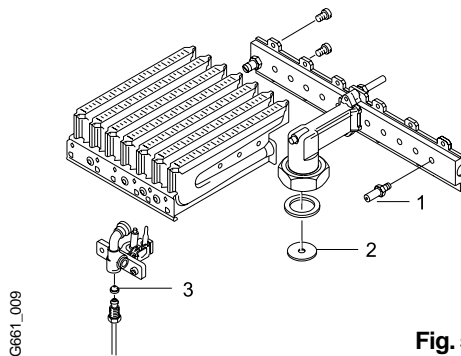

Fig. 5
2. Desmonte o queimador e substitua os injectores (Fig. 5, item 1).
3. Substitua o injector do queimador piloto (Fig. 5, item 3).